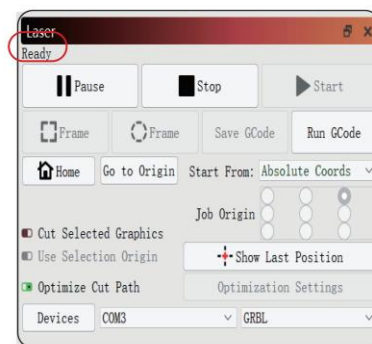

図28 ポートの選択
- ソフトウェアがレーザー彫刻機に自動的に接続されない場合は、図 28 に示すようにレーザー彫刻機のポートを選択する必要があります。